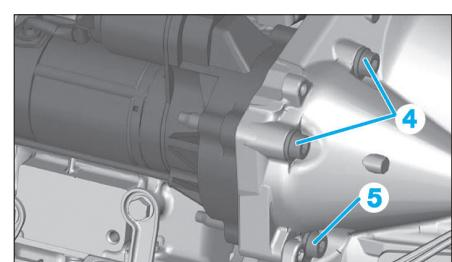

Fig. 13
- Déposer les vis (4) (Fig.13).
- Maintenir le démarreur tout en déposant la vis (5).